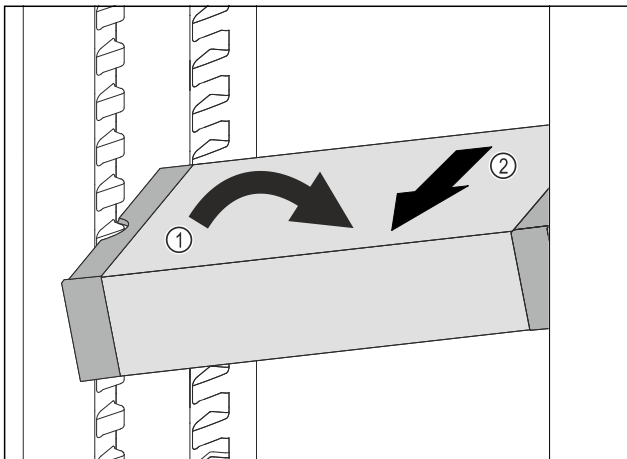

Fig. 188
- ▶ Расположите VarioSafe в холодильном отделении под наклоном. Fig. 188 (1)
- ▶ Извлеките VarioSafe движением вперед. Fig. 188 (2)